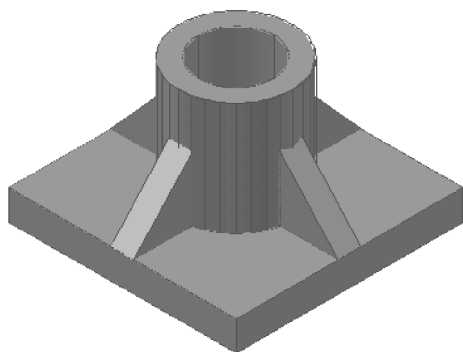
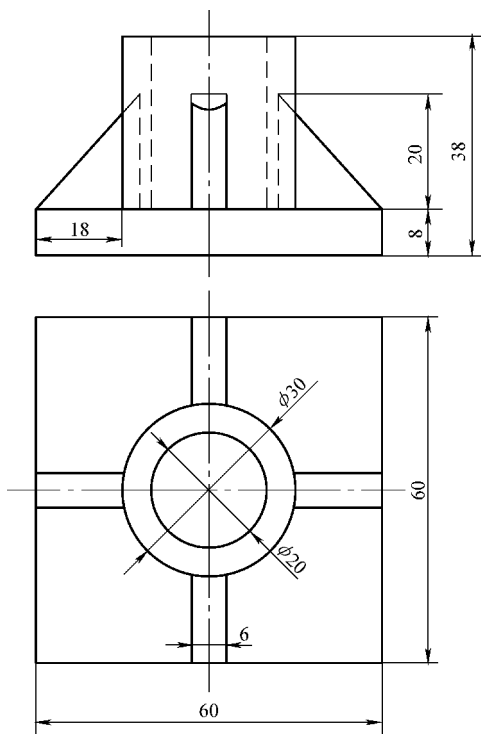

图 13-26 支撑座模型
图 13-27 支撑座视图
1. 绘制如图 13-26 所示支撑座模型, 具体尺寸参见图 13-27。